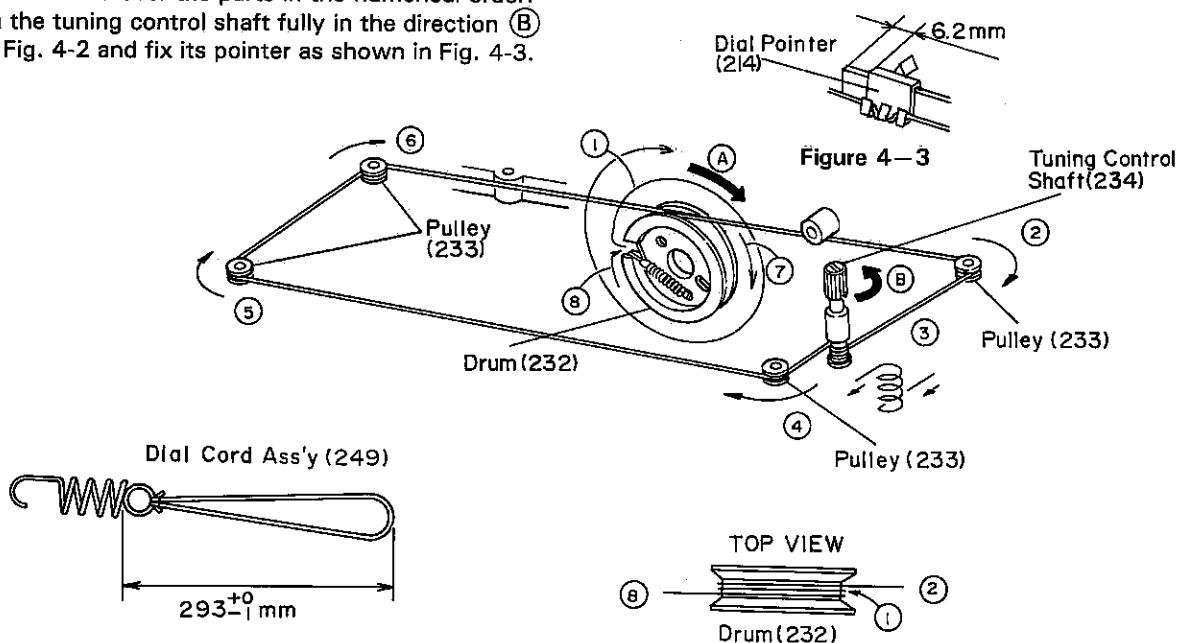

Figure 4-2
1. Turn the drum fully in the direction Ⓐ shown in Fig. 4-2 and stretch its cord over the parts in the numerical order.
2. Then turn the tuning control shaft fully in the direction Ⓑ shown in Fig. 4-2 and fix its pointer as shown in Fig. 4-3.
1. Die Trommel gemäß Abb. 4-2 bis zum Anschlag in Richtung Ⓐ drehen, dann die Schnur in der numerischen Reihenfolge über die einzelnen Teile spannen.
2. Die Abstimmstellerachse gemäß Abb. 4-2 bis zum Anschlag in Richtung Ⓑ drehen, dann den Zeiger gemäß Abb. 4-3 befestigen.
1. Tourner le tambour entièrement dans le sens Ⓐ montré sur la Fig. 4-2 et passer le cordon sur les organes indiqués et dans l'ordre numérique.
2. Tourner l'arbre de commande d'accord entièrement dans le sens Ⓑ montré sur la Fig. 4-2 et fixer son index comme le montre la Fig. 4-3.